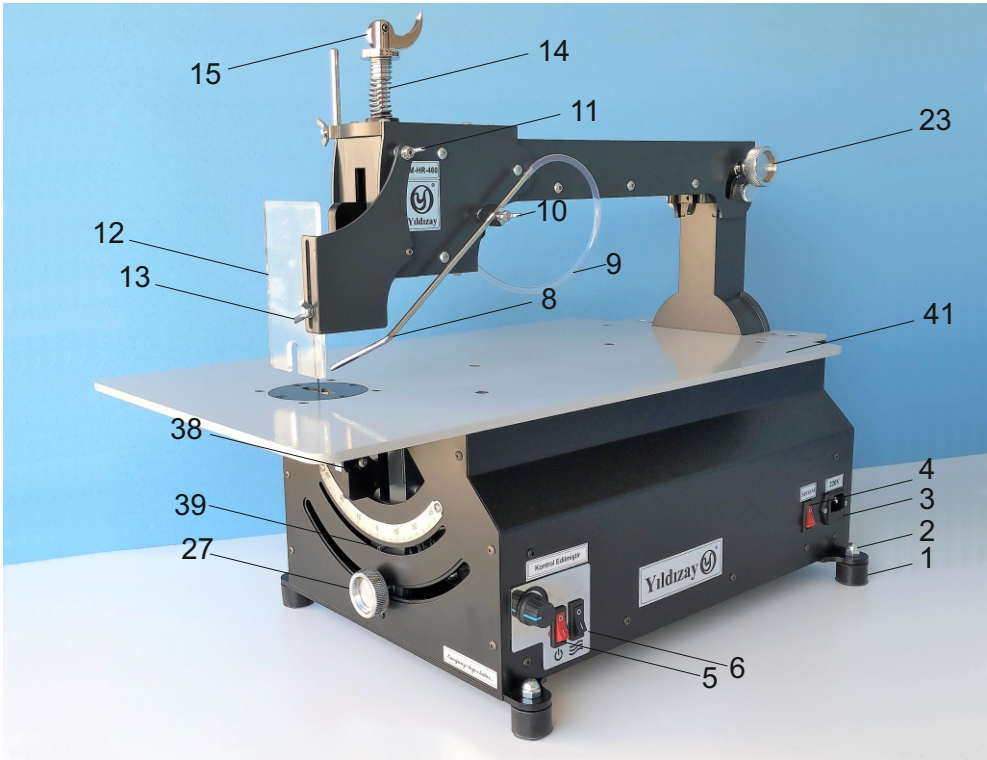

Imagen 1
El sistema tensor de su máquina ha sido desmontado para que no sufra daños durante el transporte. Puede ensamblarlo encajándolo y girándolo como se muestra en la Imagen 1. Puede ver los videos de las partes a ensamblar en la sección de videos de la página web www.yildizay.net. Estos; Sistema de tensión con resorte de tensión (14) y pestillo de tensión (15), sistema de barra de presión (16), herrajes de escudo de protección (12) y sistema de iluminación.
Móntelo como se muestra en la Imagen 1. Los pernos necesarios para el montaje están en la máquina.